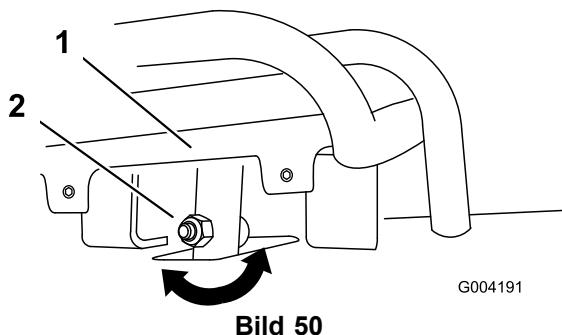
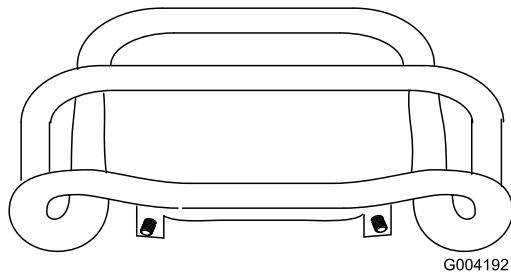

Bild 50
Bild 51
4. Wenn die Vorderseite des Fahrantriebs nicht bündig und gleichmäßig am Anschlagbügel bleibt, lösen Sie die Bundmutter und die Schraube im Schaft des Fahrantriebs (Bild 50).
5. Stellen Sie den Fahrantrieb so ein, dass er bündig am Anschlagbügel bleibt, wenn er gerade nach hinten gezogen wird (Bild 50 und Bild 51).